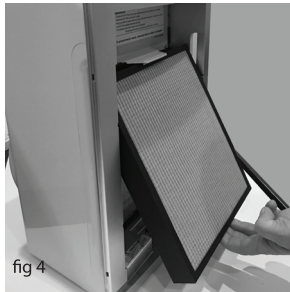

fig 4
- 6段フロントフィルターを取り外します。プレフィルターは、小型掃除機で毎月掃除し、6か月ごとに交換してください。(図4)